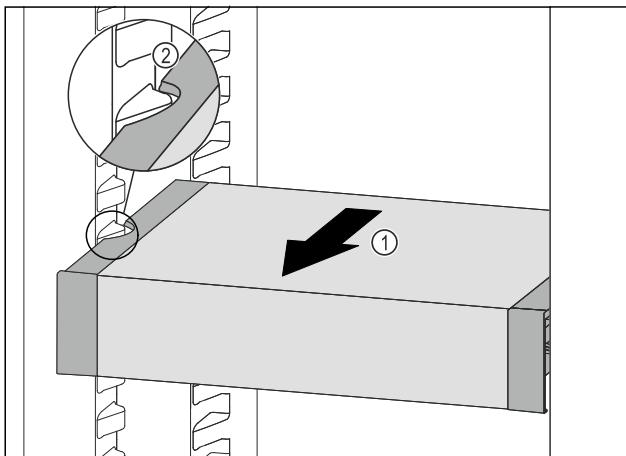

Fig. 110
- Вытаскивайте VarioSafe вперед Fig. 110 (1), пока боковые выемки VarioSafe не окажутся на высоте выступа резервуара в холодильном отделении. Fig. 110 (2)